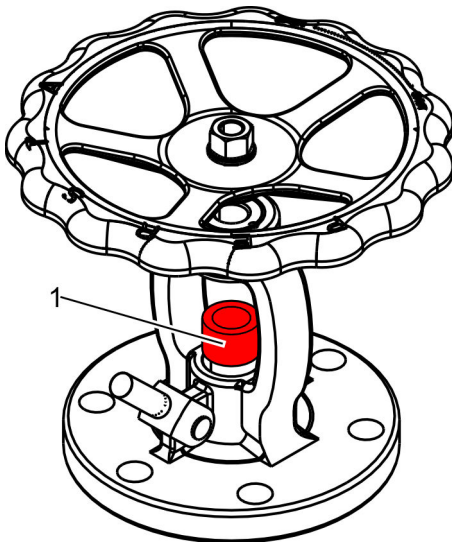

Abb. 18: Stopfbuchselemente entfernen
- 21. Stopfbuchselemente (Abb. 18/1) mit Packungszieher entfernen.